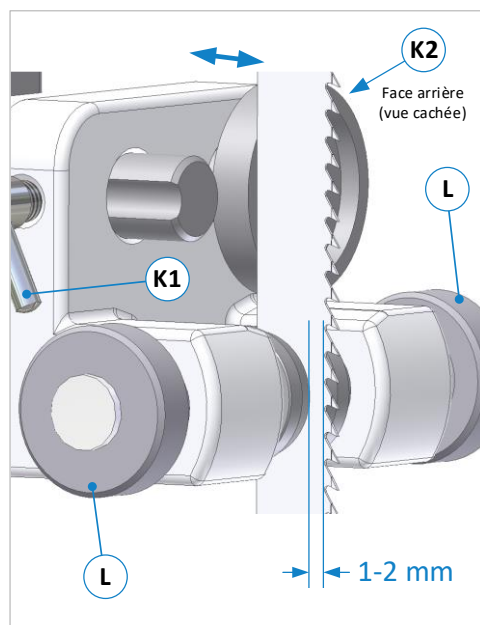

Figure 38 : réglage des guides
- Ajustez les deux rouleaux latéraux avec les manchons de paliers latéraux (L) vers l'extérieur de sorte qu'une nouvelle lame de scie puisse se déplacer librement entre eux.
- Desserrer la vis à garrot (K1) et régler l'ensemble du guide sur le tourillon porteur (B) en le déplaçant de sorte que les bords avant des galets latéraux se situent à environ 1 à 2 mm derrière la base des dents de la lame de scie (voir ⇒ Figure 38).